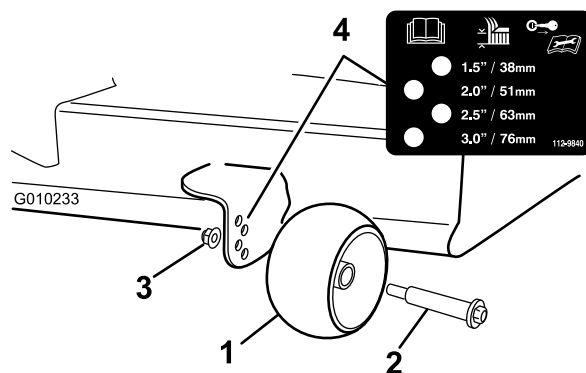

Figure 24
3. Réglez les galets anti-scalp montrés à la Figure 24 à la position correspondant le mieux à la position de hauteur de coupe.